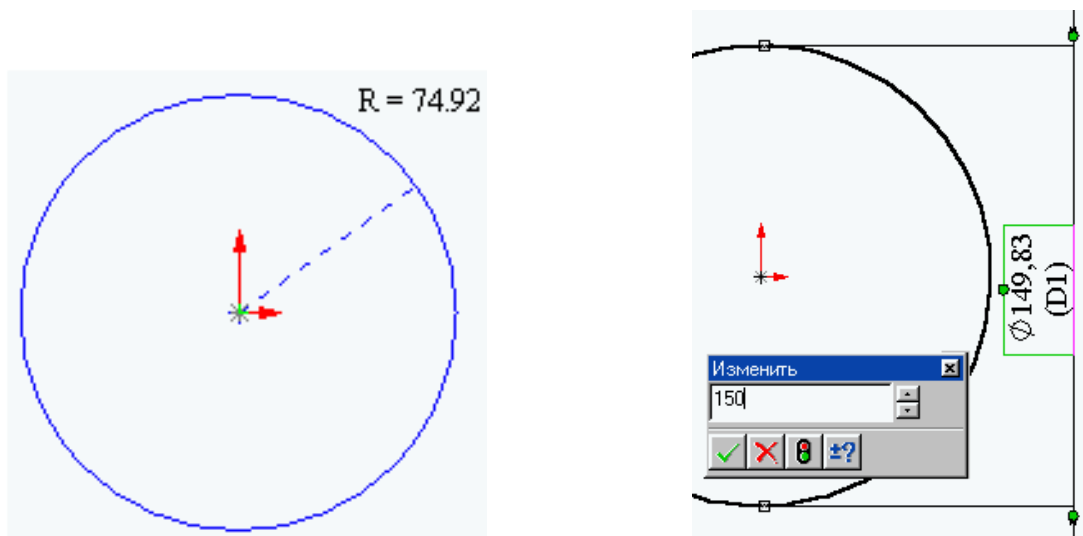

Рисунок 1 – Малювання кола
- 3 Перемістіть покажчик в графічну область і наведіть його на вихідну точку, при цьому покажчик змінить свій колір (рис. 1).